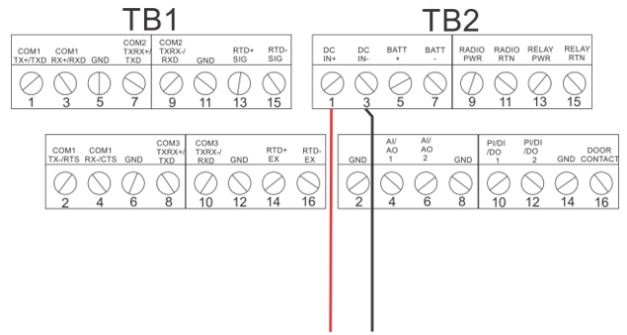

图8. 接线至直流电源
- 将每条裸露的线头插入适当的连接器, 并固定电线(请参考图8)。